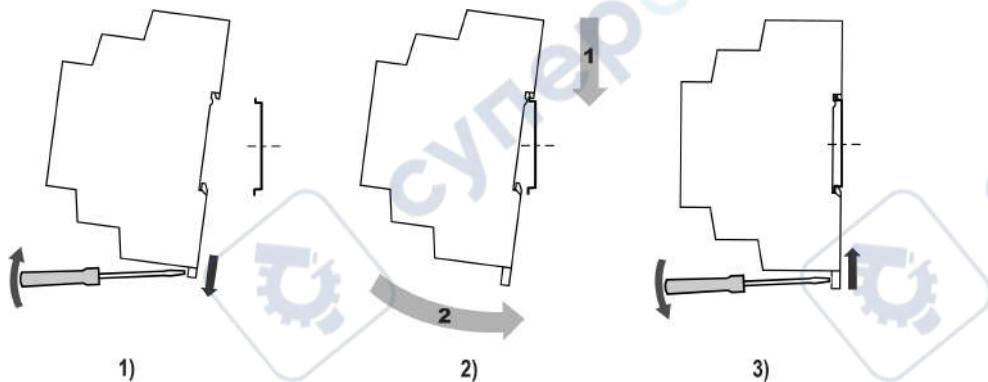

Рисунок 4.1 – Установка прибора
- Вставить отвертку в проушину, оттянуть защелку рисунок 4.1, 1.
- Установить прибор на DIN-рейку в соответствии с направлением стрелки 1 (рисунок 4.1, 2);
- Прижать прибор к DIN-рейке в направлении, показанном стрелкой 2. Зафиксировать защелку (см. рисунок 4.1, 3).